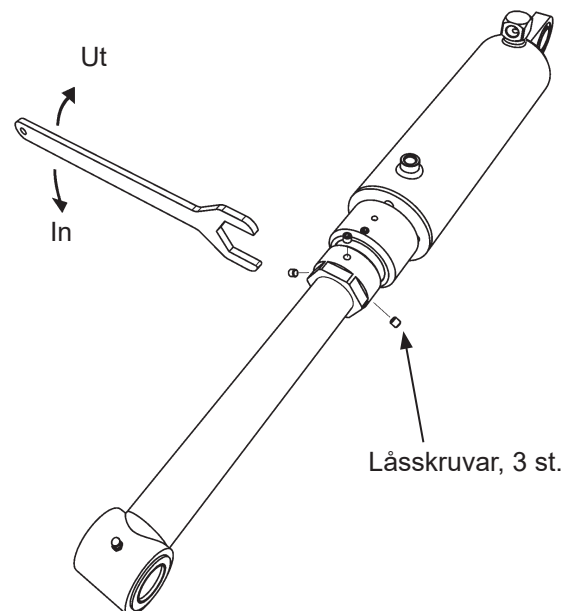

Bild 45. Justering av tiltvinkel
5. Lossa de tre låsskruvarna på den andra tilt-cylindern, se Bild 45.
6. Vrid justerhylsan så att tiltcylindern passar mot infästningen på lyftbryggan, se Bild 45.